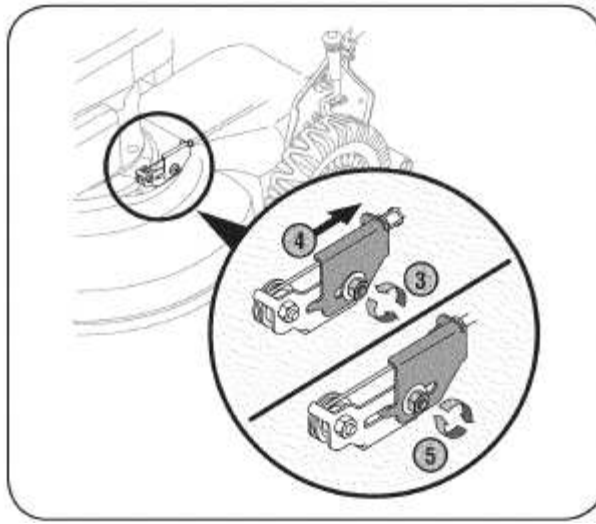

РИС. 17
Вследствие износа в процессе эксплуатации необходимо периодически проверять натяжение троса рычага переключения. Регулировка необходима в том случае, если не включаются все шесть скоростей. Кронштейн регулируемого троса расположен на левой стороне газонокосилки у двигателя (см. Рис. 17).
3. Ослабьте шестигранную гайку, используемую для крепления кронштейна (см. Рис. 17).